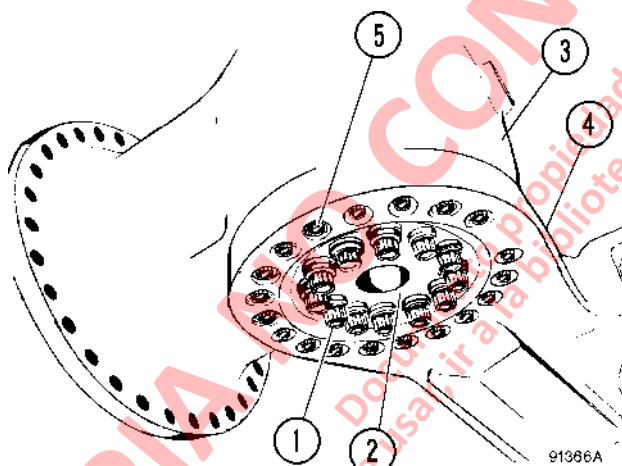

FIGURA 3-2. DESMONTAJE DEL EJE Y CUBO DE LA RUEDA
7. Desconecte los ductos (4) de aceite de enfriamiento de freno en los puertos de entrada y salida de la carcasa del freno. Conecte las mangueras y los puertos para evitar la contaminación.
9. Quite el tapón de drenaje (2) y drene el aceite de la carcasa de frenos y caja de rodamientos en un recipiente adecuado.
12. Coloque un grúa de horquilla debajo del cubo de la rueda y eje como se muestra en la figura 3-2. El peso del conjunto del eje es aproximadamente 6 652 kg (14.665 lb). Asegúrese de que el dispositivo de elevación puede manejar la carga con seguridad. Asegúrese el eje y el eje estén bien apretados para el dispositivo de elevación para evitar que se vuelque cuando está libre de la suspensión.